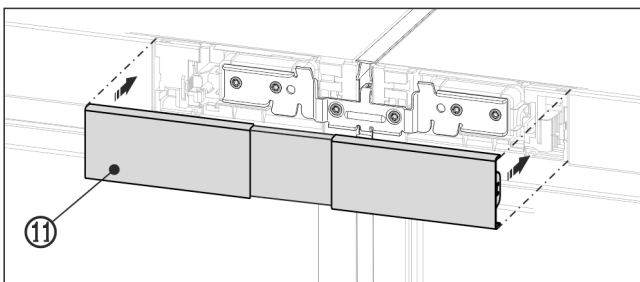

Fig. 24 Näitlik kujutis
- ▶ Fikseerige ülemine kate Fig. 24 (11) käsitsemispaneeli mõlema ilukatte veel lahtisele vaheruumile. Pöörake tähelepanu sellele, et kate välisküljed on käsitsemispaneeli ilukatetega kohakuti.